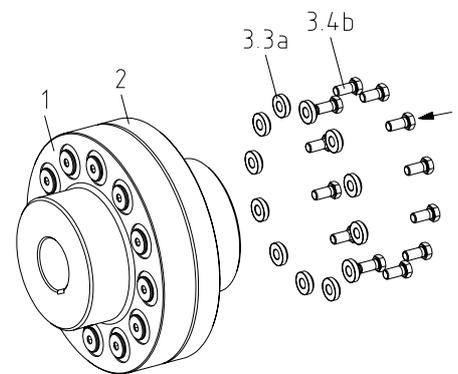

Figura 18
- Atornille los pasadores con los discos (componente 3.3a) y los tornillos de cabeza hexagonal (componente 3.4b) y apriételos hasta alcanzar los pares de apriete mencionados en la tabla 4 por medio de una llave dinamométrica (ver figura 18).